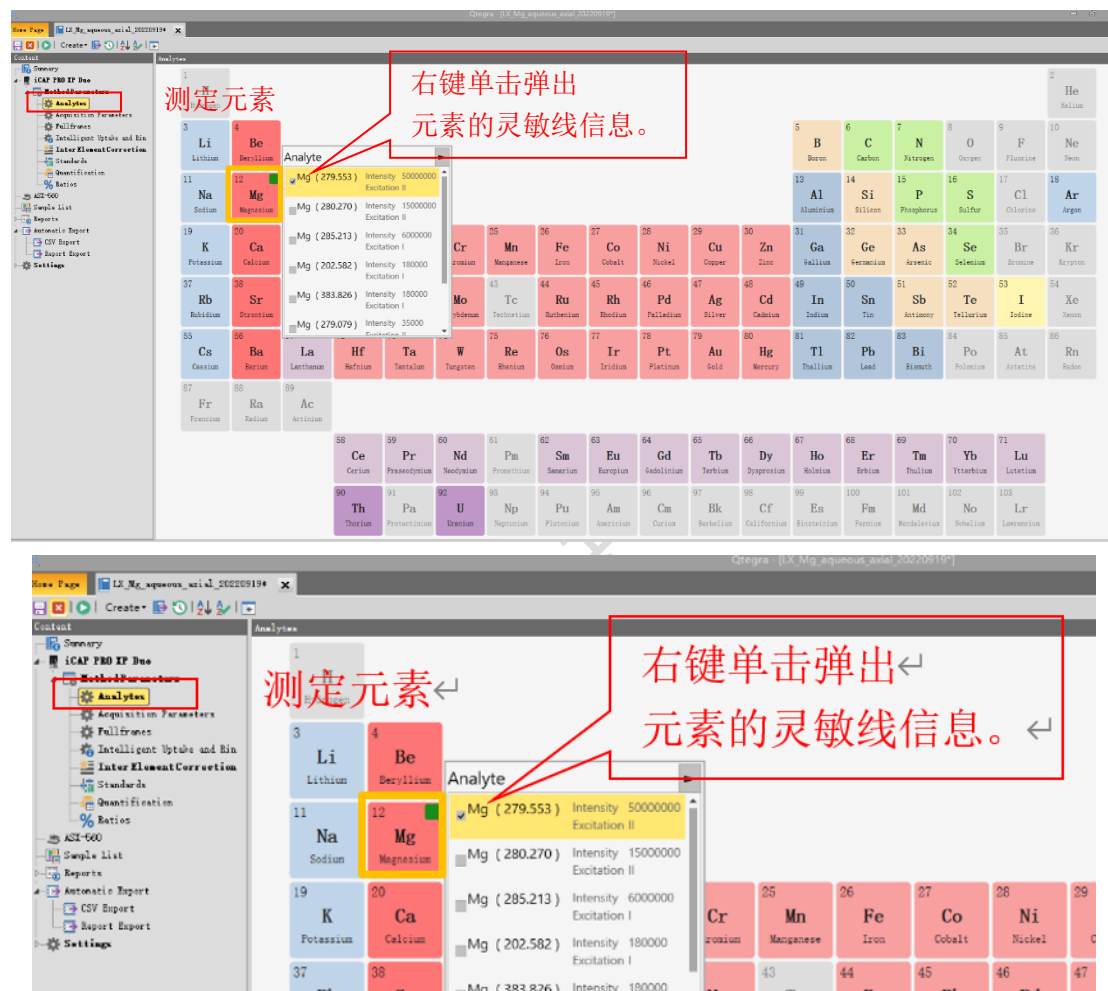

图6-7
- a) 元素测定: 如图6-7所示, 点击Analytes, 在Element窗口呈现元素周期表, 在元素周期表中勾选待测元素, 例如待测元素Mg。(右键单击元素, 弹出元素的光谱灵敏线信息, 根据待测元素浓度等因素选择合适的灵敏线进行检测。)